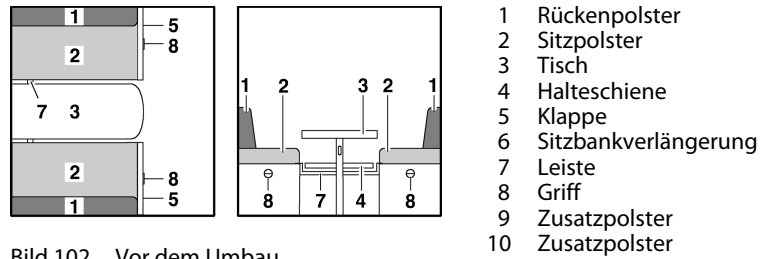

Bild 102 Vor dem Umbau
- Tisch (Bild 102,3) vergrößern und zum Bettunterbau umbauen (siehe Abschnitt 7.7).
- Leiste (Bild 102,7) einlegen oder nach innen ziehen. Die Leiste ist richtig positioniert, wenn sie die Tischplatte ca. 15 - 20 cm hinter dem Tischfuß abstützt.
- Griff (Bild 102,8) ziehen und Klappe (Bild 102,5) öffnen.